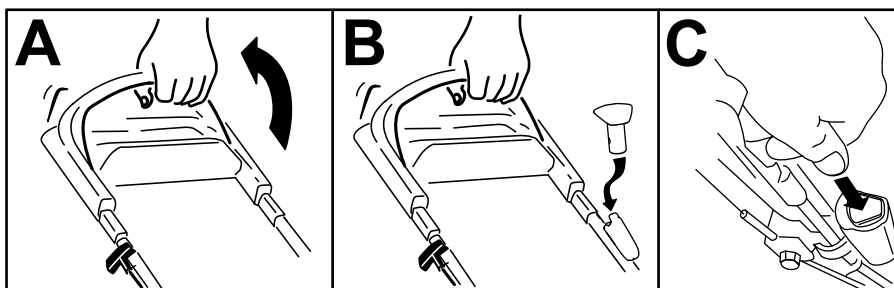

Рисунок 13
1. Удерживайте штангу управления ножом прижатой к рукоятке (вид А на Рисунок 13).
2. Если кнопка электрического запуска была снята, вставьте ее в электрический стартер (вид В на Рисунок 13).
3. Нажмите кнопку электрического запуска и держите нажатой, пока двигатель не запустится (вид С на Рисунок 13).